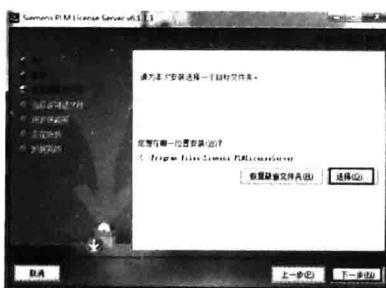

图 1-4 自定义安装路径
- Step 06** 自定义安装的文件路径，然后确认，再进行下一项参数设置，如图 1-4 所示。